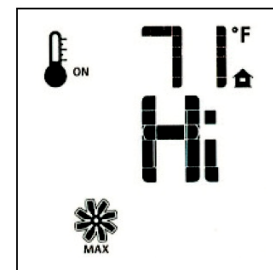

Figure 69.
- Utilisez les touches fléchées Haut / Bas pour démarrer, arrêter ou régler la vitesse du ventilateur (Fig. 69). Un seul «bip» confirmera la réception de la commande. Après un intervalle de 5 minutes, le ventilateur démarrera à sa vitesse maximale, puis la réduira au réglage de vitesse établi. Le ventilateur continuera de fonctionner 12 minutes après que le brûleur est éteint. Le contrôle de vitesse manuel n'est pas disponible lorsque le Thermostat est en mode «SMART».